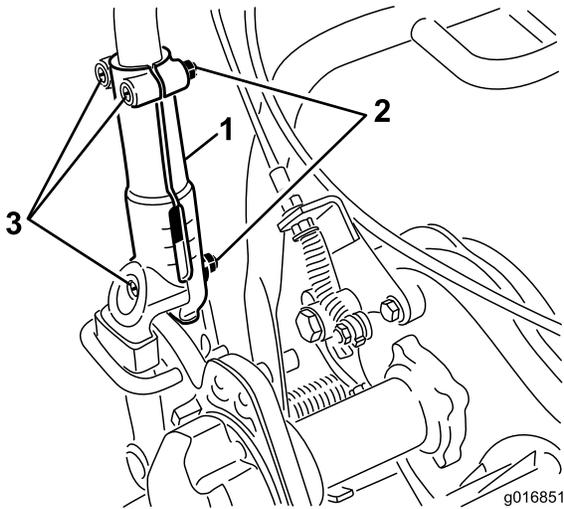

图27
1. 拧松将手柄的每一侧固定到手柄夹上的 3 颗车身螺栓和螺母（图27）。